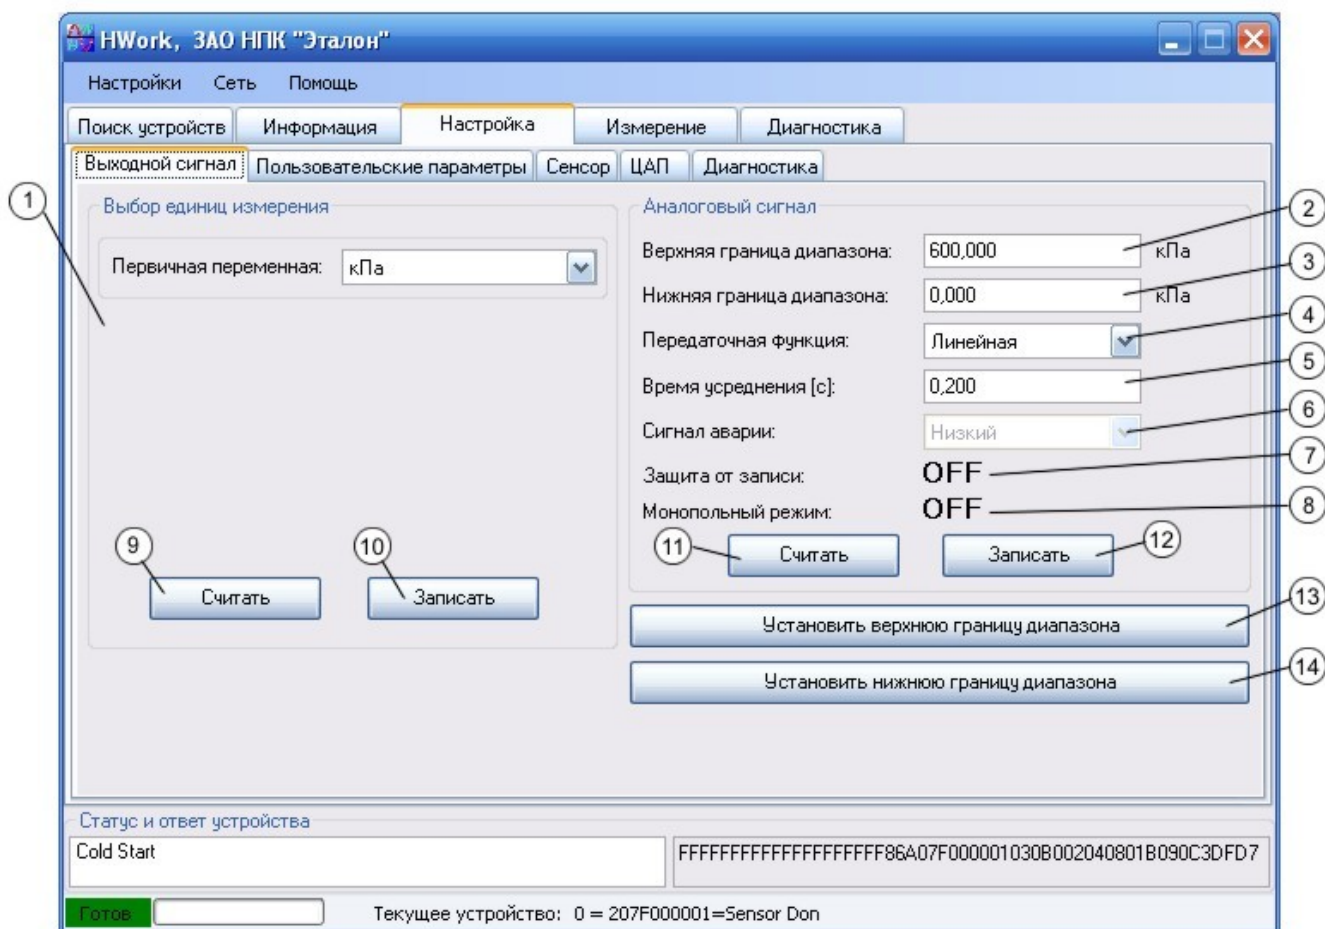

Рис. 6. Настройка устройства.
Для настройки выходного сигнала переключитесь на закладку «Выходной сигнал» (Рис. 6).
Чтобы определить текущие единицы измерения нажмите кнопку «Считать» (поз.9 Рис. 6).
- 1) Путем указания числового значения в текущих единицах измерений в соответствующих окошках (поз.2 и 3 Рис. 6). Окошко сменит цвет на желтый и, нажав кнопку «Записать» (поз.12 Рис 6), изменения сохранятся.
- выполните команду «Установить верхнюю границу диапазона» (поз.13 Рис. 6);
Для установки нижней границы диапазона проводятся аналогичные действия с командой «Установка нижней границы измерения» (поз. 14 Рис. 6).
Выберите тип передаточной функции из списка (поз. 4 Рис.6). Количество типов зависит от конкретного устройства. Нажмите кнопку «Записать» (поз.12 Рис 6).
Для выбора времени усреднения (поз. 5 Рис. 6) укажите числовое значение в секундах. Нажмите кнопку «Записать» (поз.12 Рис 6).